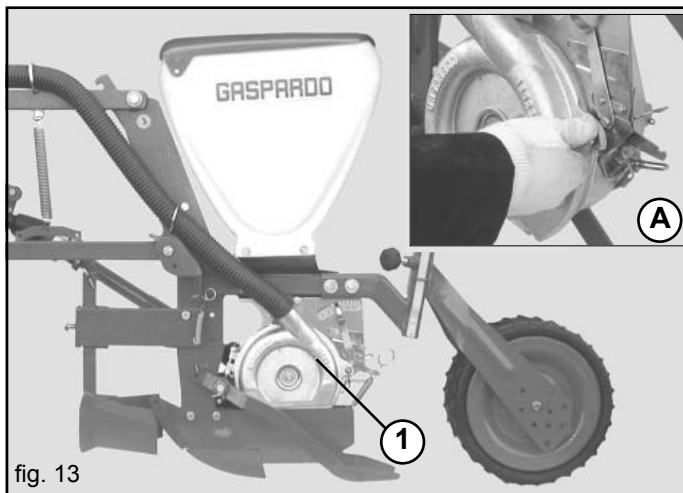
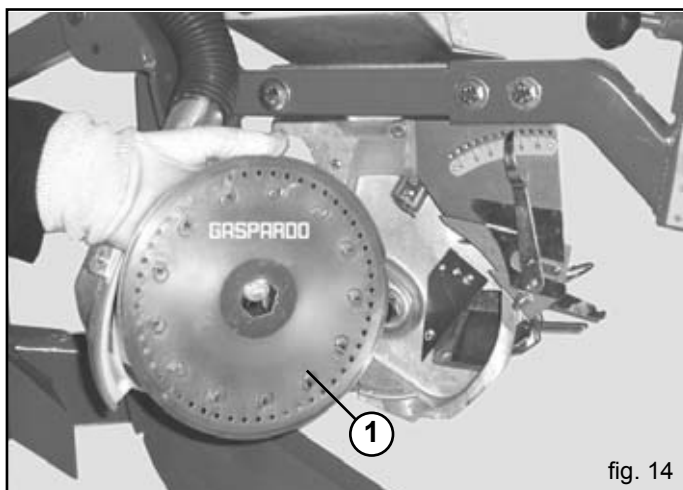

fig. 13
fig. 14
En el interior de los distribuidores (1, Fig. 13) se monta un disco (1, Fig. 14) **seleccionado en función del tamaño de la semilla** (la semilla no deberá poder pasar por el agujero).
- El disco tiene que estar montado con las espigas (1, Fig. 14) dirigidas hacia el interior del distribuidor.
- Apretar la tuerca de aletas de cierre de la tapa sólo con las manos (A, Fig. 13).
- 4) Destornillar y sacar la tuerca de aletas (A, Fig. 13);